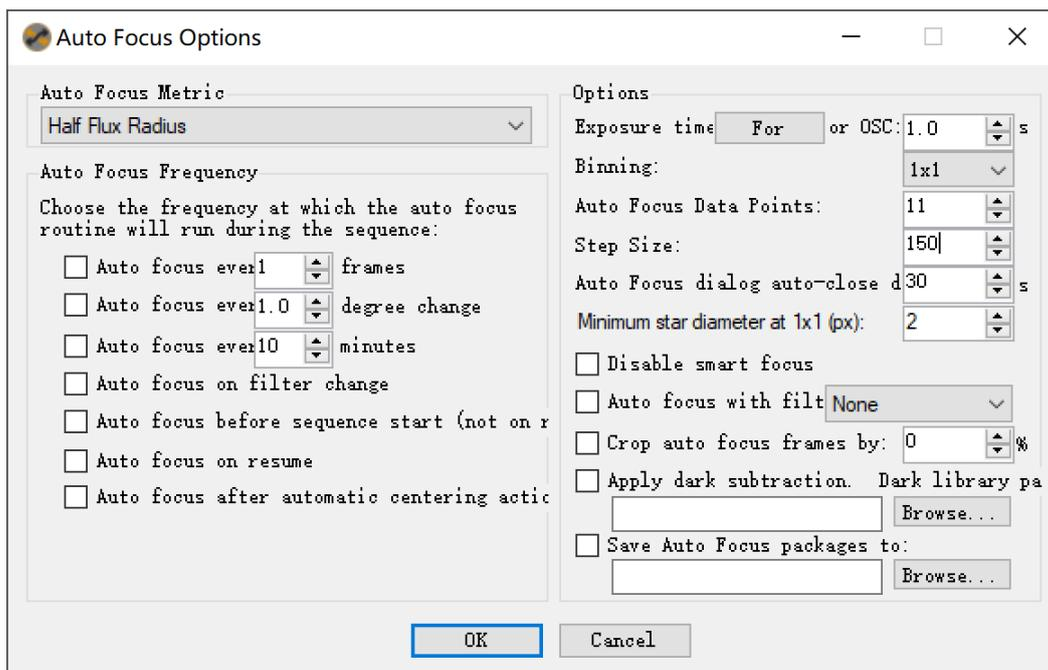

图 9-2
- 4、在“Focus” Tab 页中点击“Use auto focus”旁边的“Set”按钮，调出自动对焦设置对话框，如图 9-2 所示。